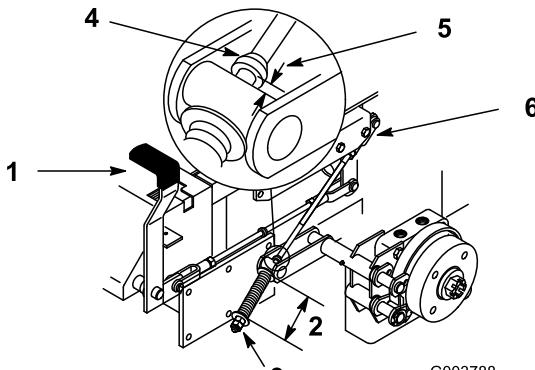

Figura 49
La medida debe ser de 70 mm (2-3/4 pulg.) entre las arandelas (Figura 49).
3. Si es necesario un ajuste, afloje la contratuerca que está debajo del muelle y apriete la tuerca que está directamente debajo de la horquilla (Figura 49). Gire la tuerca hasta obtener la medida correcta. Apriete las dos tuercas juntas y repita en el otro lado de la unidad.
- La medida debe ser de 5-7 mm (3/16-1/4 pulg.) (Figura 49).
7. Si es necesario un ajuste, afloje la contratuerca que está justo por debajo de la horquilla. Gire la varilla inferior hasta obtener la medida correcta (Figura 49). Apriete la contratuerca junto a la horquilla